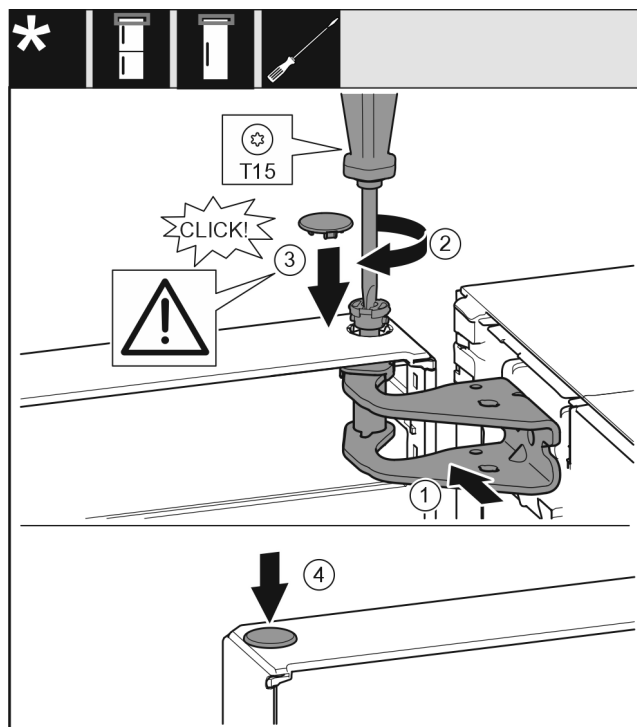

Fig. 58
- Allineare la porta superiore all'apertura nella staffa di supporto Fig. 58 (1).
- Inserire i perni Fig. 58 (2) e stringerli con un cacciavite.
- Inserire la copertura Fig. 58 (3).
- Controllare che la copertura Fig. 58 (3) poggi sulla porta.
- Inserire la copertura Fig. 58 (4).